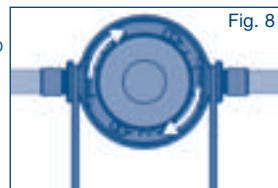

Fig. 8
2. Ci sono quattro possibilità di regolazione per il bypass. Il bypass, regolato in fabbrica, è impostato sulla posizione "2". Il bypass/taglio può essere regolato ruotando il tappo sul coperchio del filtro (vedi Fig. 8). Ruotare il tappo verso sinistra o destra finché non viene indicato il valore desiderato e il tappo scatta.